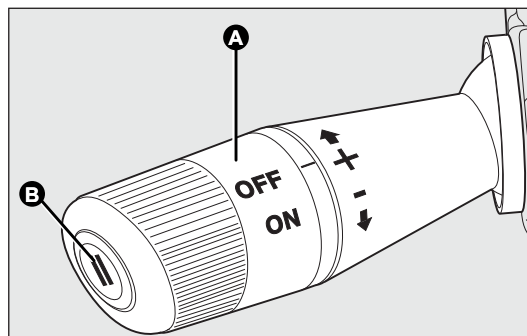

рис. 48
- поверните кольцо А - рис. 48 в положение ON и нажатием на педаль акселератора приведите автомобиль на нужную скорость движения;
- нажать кнопку В - рис. 48
- нажатием кнопки В рис. 48 в процессе регулировки устройством скорости (для исполнений/рынков, где предусмотрено);
- нажатием педали акселератора; в таком случае система фактически не отключается, но запрос на увеличение скорости имеет преимущественное значение в отношении системы. Система круиз-контроля остается в активном состоянии без необходимости нажать кнопку В - рис. 48, чтобы вернуться к предыдущим условиям после того, как процесс ускорения завершился.